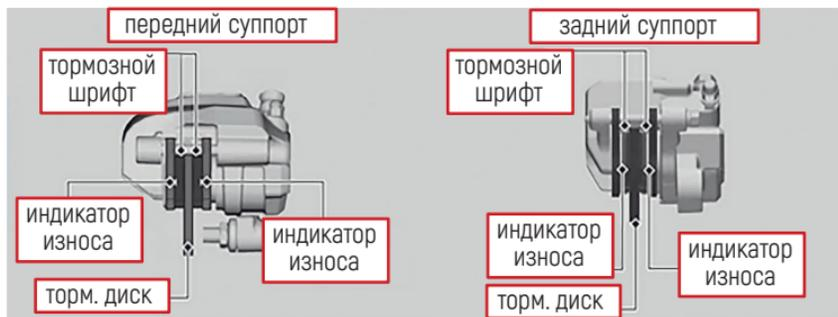

Рисунок 2. Определение износа тормозных колодок
1. Осмотрите тормозные диски в тормозных суппортах (рисунок 2).